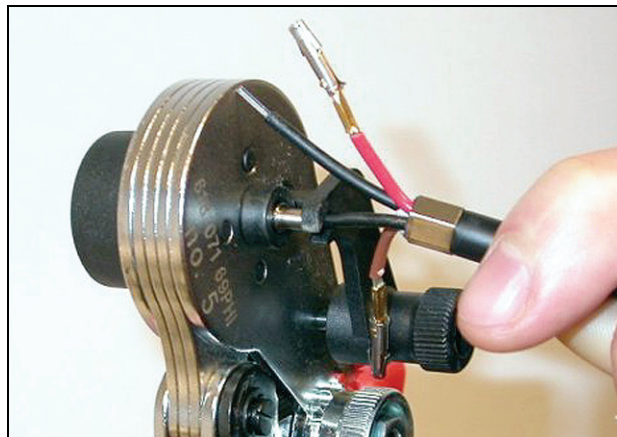

Abb. 29.23: Quetschen von Hülsen (1)
- 21 Kunststofflichtwellenleiter in die Hülse im gefederten Anschlag des POF-Positionierungswerkzeugs einsetzen (siehe Abb. 29.23).